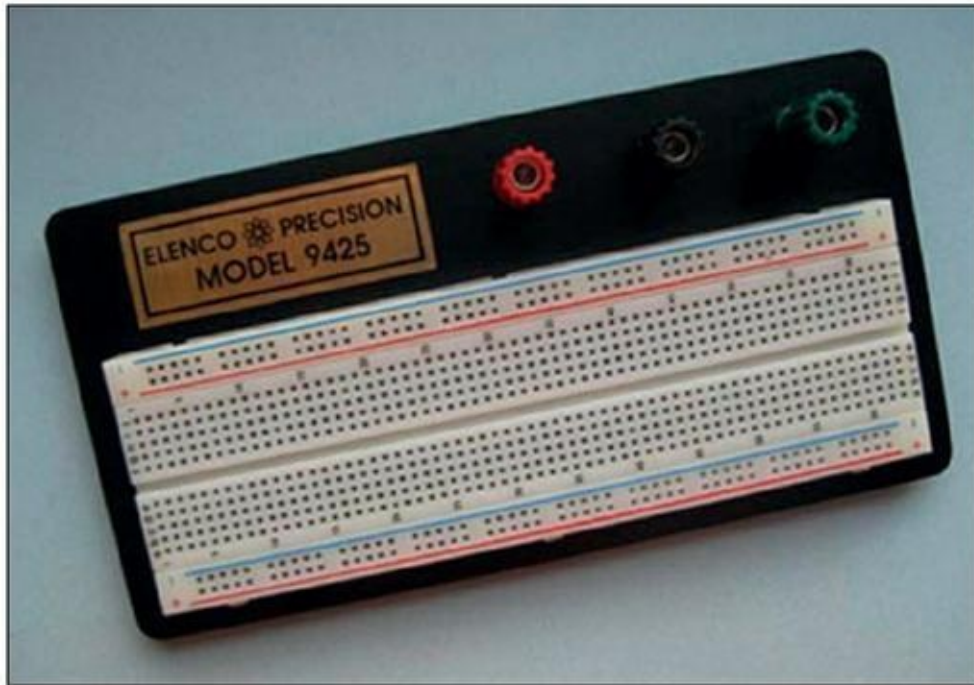

FIGURE 2-2 Cette plaque d'essais sans soudure possède 830 points de contact.
- » **Une plaque d'essais sans soudure :** Une plaque d'essais sert à construire, étudier, modifier, défaire et reconstruire des circuits. Je vous recommande l'acquisition d'un modèle de grande taille, comme la plaque Elenco à 830 points de contact que vous trouverez sur Internet pour un prix avoisinant les 11 euros (voir Figure 2-2).